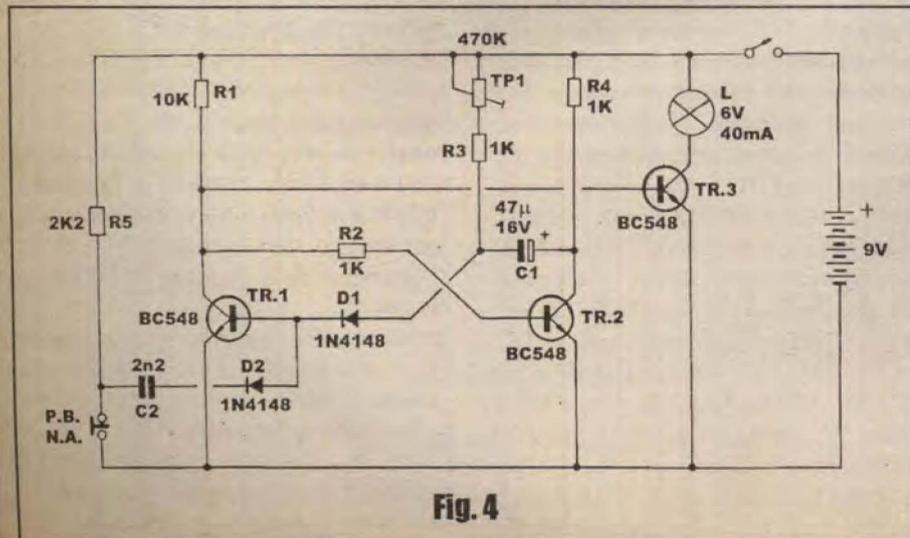

Fig. 4
- FIG. 4 - EXPERIMENTANDO O MONOESTÁVEL, NUM CIRCUITO